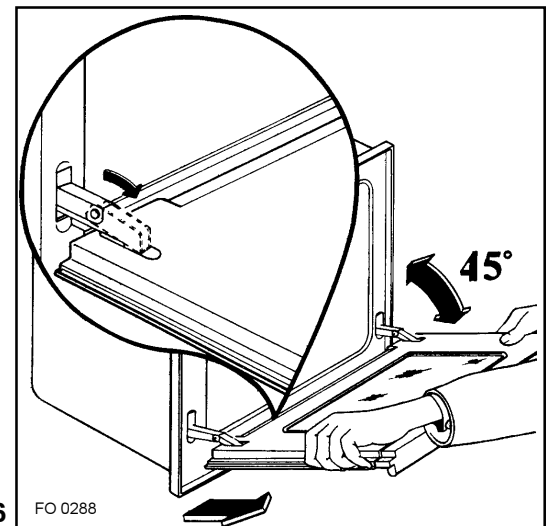

Fig. 16 FO 0288
- prenez la porte à deux mains (jamais par la poignée) et dégagez les charnières en soulevant légèrement la porte (fig. 16);